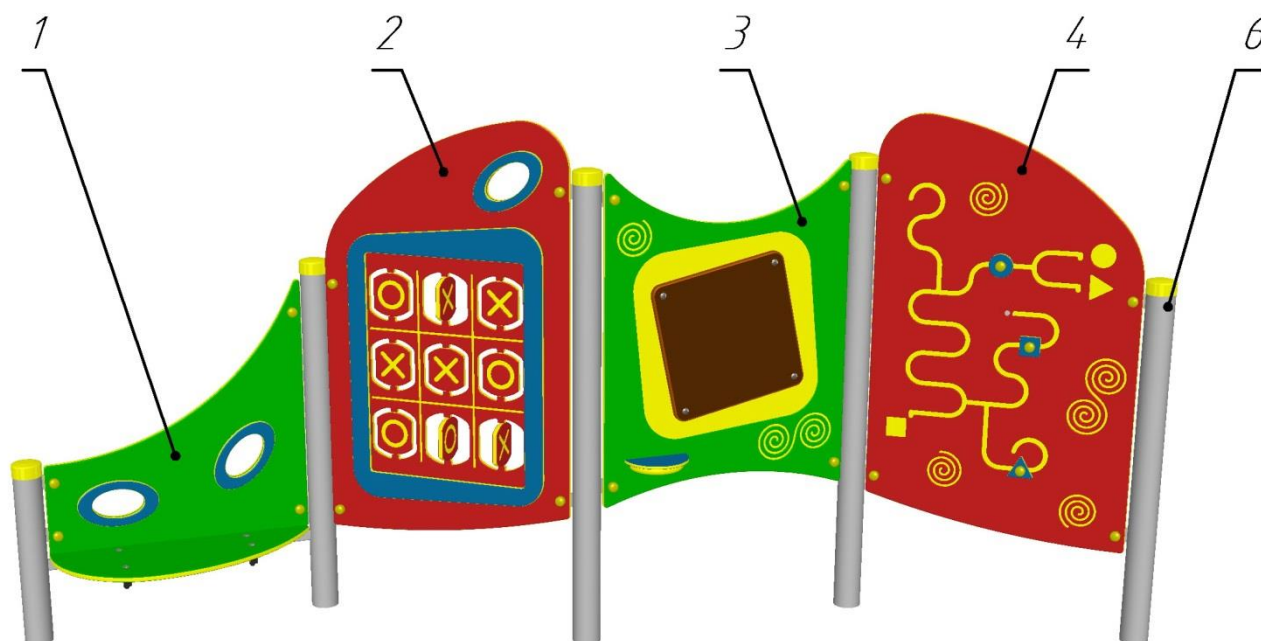

Рис.1 Общий вид Панно интерактивного РТР 040-02
4.1. Панно интерактивное РТР 040-02 (см. рис.1) состоит из панно «лавочка» **1**, панно «крестики-нолики» **2**, панно для рисования мелом **3**, панно «лабиринт» **4**, закрепленных на металлических столбах **6**.